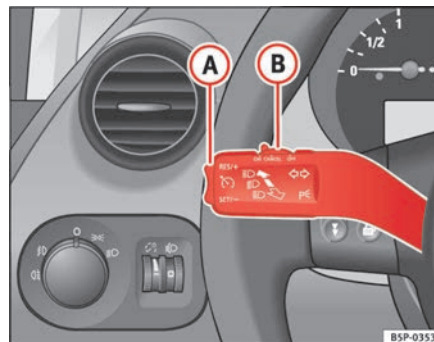

Abb. 148 Blinker- und Fernlichthebel: Schalter und Wippe für die Geschwindigkeitsregelanlage
- Drücken Sie den unteren Teil der Wippe **SET/-**  $\Rightarrow$  Abb. 148 **(A)** einmal kurz, wenn die zu speichernde Geschwindigkeit erreicht worden ist.